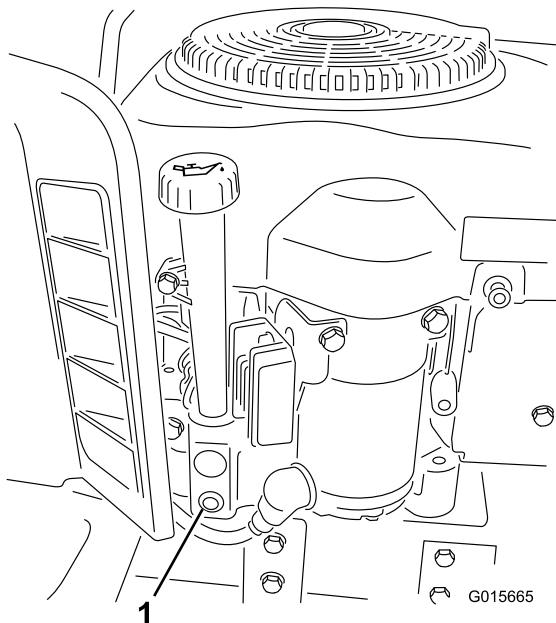

Bild 19
6. Stellen Sie eine Auffangwanne unter die Ölablassschraube und öffnen Sie die Ablassschraube, indem Sie die Endmutter nach links drehen (Bild 19).
10. Schrauben Sie den Ölpeilstab heraus und gießen Sie ca. 80 % der angegebenen Ölmenge langsam in das Einfüllloch (Bild 19).